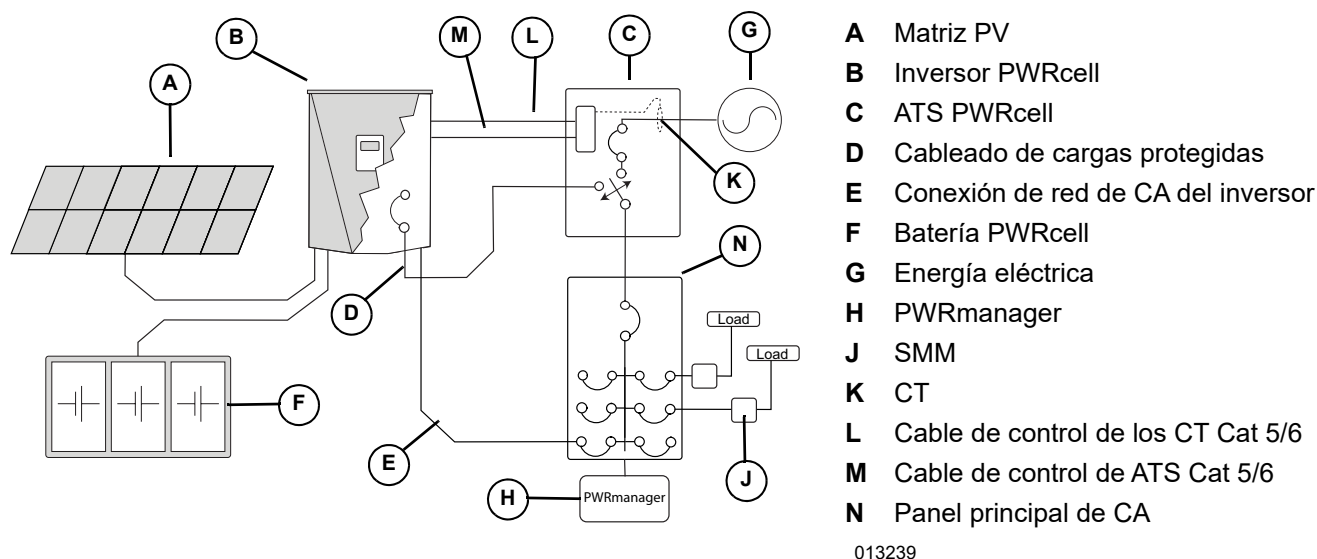

Figura 5-9. Reserva para todo el hogar
1. Consulte la Figura 5-9. Conecte los conductores de entrada de servicio a tierra en los terminales 'N' del ATS PWRcell.